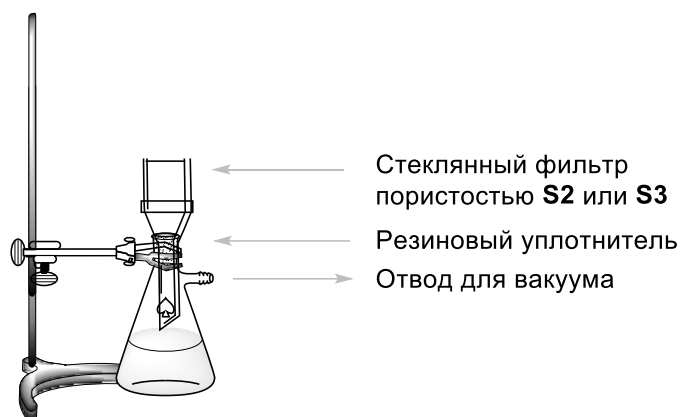

Рис. 3. Установка для фильтрования в вакууме
2. Соберите установку для фильтрования (Рис. 3). Используйте стеклянный фильтр с пористостью **S2** (помеченный белым кружочком) и не забудьте закрепить установку с помощью малой лапки. Присоедините колбу Бунзена к вакуумному шлангу. Аккуратно вылейте суспензию продукта **B** (пункт IV.1) в стеклянный фильтр, обязательно дайте осадку осесть на фильтр и после этого откройте кран с вакуумом. **ВНИМАНИЕ: уведомите лаборанта перед и после использования вакуумного крана!** Промойте осадок дважды порциями деионизированной воды по 6 см3 пока pH фильтрата не станет равным примерно 6. Оставьте осадок на фильтре на 5 минут при подключенном вакууме, чтобы удалить большую часть воды. Отсоедините источник вакуума. Используйте шпатель для переноса белого продукта **B** в стеклянную баночку, подписанную **Student code B**. После переноса вещества не закрывайте баночку, чтобы дать веществу высохнуть. Вылейте фильтрат в раковину и промойте колбу Бунзена.